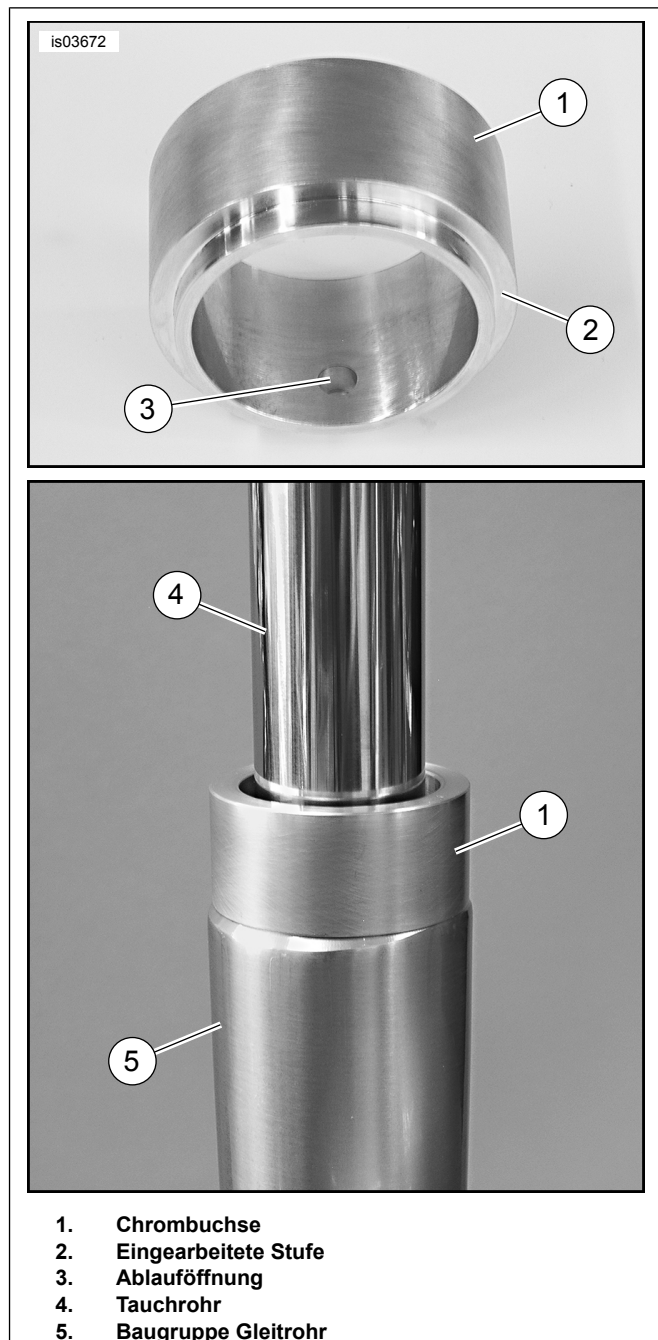

Abbildung 1. Buchseneinbau
7. Siehe Abbildung 1. Eine Chrombuchse (1) aus dem Satz nehmen. Die Buchse mit der eingearbeiteten Stufe (2) nach unten auf dem Tauchrohr (4) nach unten schieben, bis sie die Baugruppe Gleitrohr (5) berührt.
8. Die Buchse so platzieren, dass die Ablauföffnung (3) bei eingebauter Gabel in Richtung Fahrzeugheck zeigt. Mit dem EINBAUWERKZEUG FÜR GABELBUCHSE UND -DICHTUNG (Teile-Nr. HD-34634) die Buchse in das obere Ende des Gleitrohrs eintreiben, bis die Buchse an der oberen Lippe des Gleitrohrs ansteht.